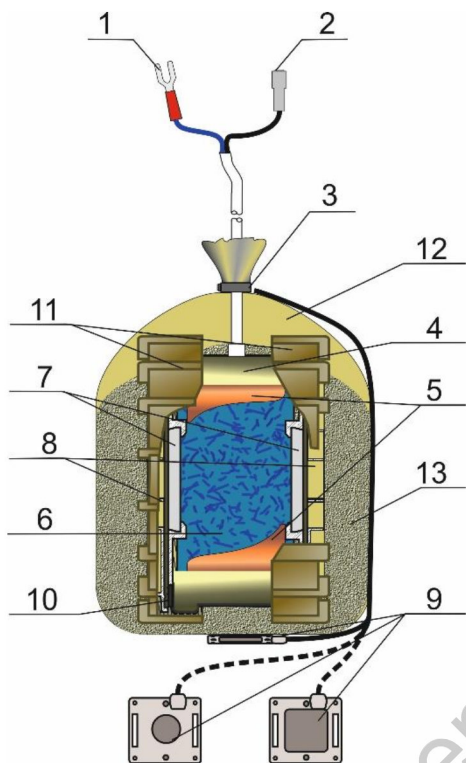

Рис. 1
4.1 Электрод (рис.1) состоит из электролитической камеры (4), заполненной твердым электролитом (6), пластины из меди (5), соединенной проводником с наконечником (1), вспомогательного электрода (9), расположенного в нижней части матерчатого мешка, соединенного проводником с наконечником (2). Изолированная часть вспомогательного электрода обращена к мешку. В камере установлены две пористые керамические диафрагмы (7) и две защитные шайбы (8). Герметичность между камерой и диафрагмами обеспечивается резиновыми уплотнительными прокладками (10) закрепленными гайками (11).